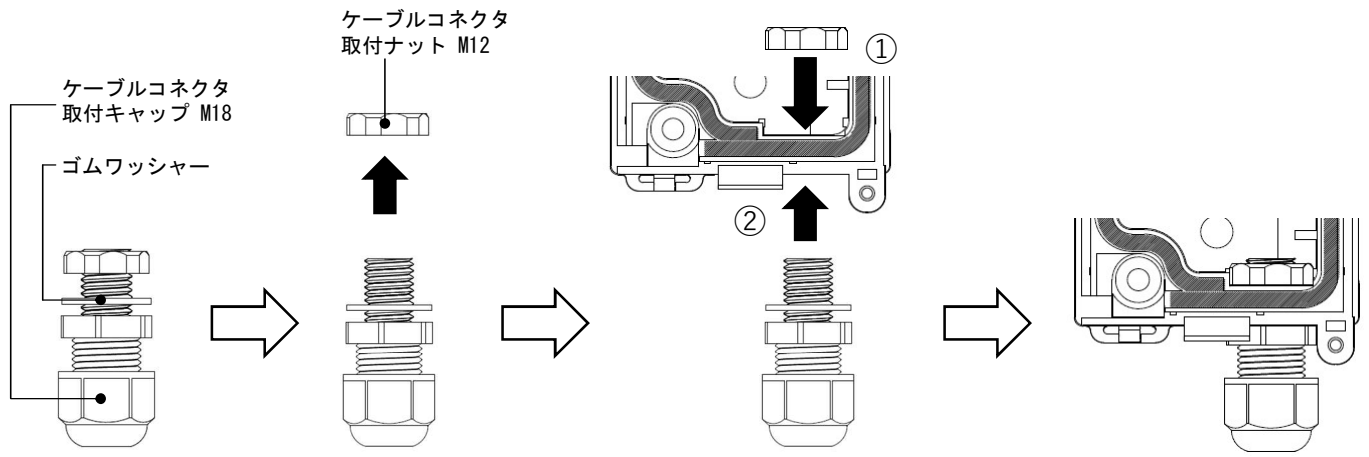
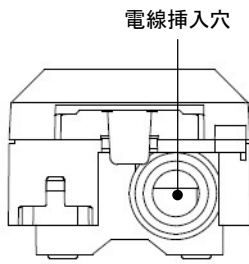

図6 ケーブルコネクタ取付手順
図7 下面図
1. ケーブルコネクタ取付手順(図6)を参考に、電線挿入穴(図7)にケーブルコネクタを取り付けてください。